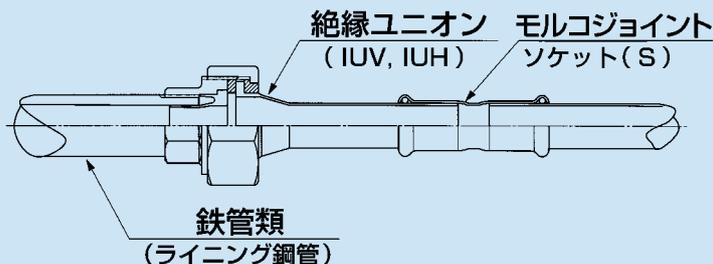

図2-7-2 絶縁ユニオンによる接合
- 小径の13~25Suに関しては、硬質塩化ビニルライニング鋼管用及び耐熱性硬質塩化ビニルライニング鋼管用の絶縁用ユニオンをお使いください。ユニオンナットに絶縁座を設けてあります。(図2-7-2)